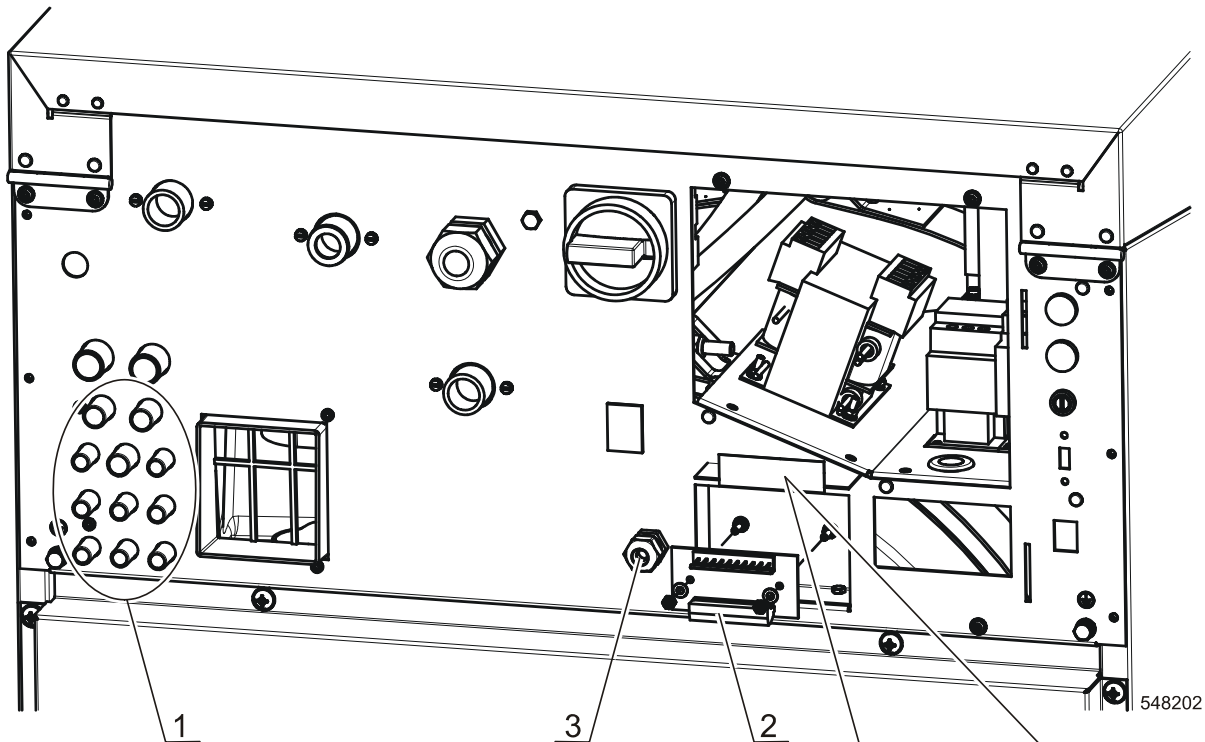

Fig. 17
- Vaskemaskinen er udstyret for tilslutning af den ydre dosering af flydende vaskemiddel. På bagpanelen er plastik slangetilslutning, fig. 17, pos.1 for tilslutning af slanger for flydende vaskemiddel. Ifølge antallet af anvendte pumper for flydende vaskemiddel udbor huller (maks. 8), Ø 8 mm / 0,315" i tilslutningsdelen for hver pumpe. Vi anbefaler at bruge først venstre hullerne for pumpetilslutning og pumpernes gennemløb skal være 60-100 l/time. På tilslutningsdelen er der også 3 tilslutningsrør med indre Ø 12 mm / 1/2". Disse tilslutningsrør anvendes UDELUKKENDE for tilførsel af fortyndet flydende vaskemiddel. Udbor dem til Ø 11.5 mm / 0.45". Standard er disse tilslutningsrør lukkede. Bør kun dem, der skal anvendes. Pas på, at de udborede dele er omhyggeligt fjernet, ellers kan slanger og huller tilstoppes.
- For elektrisk tilslutning af signaler for doseringsstyring er til rådighed på maskinens bagre del på klemmebrættet med LED signalisering for kobling af den tilhørende pumpe, se fig. 17, pos.2. Over for klemmebrættet findes typepladen for elektrisk tilslutning. Detaljeret forbindelse af signaler kan også findes på maskinens elektriske skema. Signaler for styring af doseringspumper 24V AC. Det maksimale strøm for pumpe styrekredse skal være begrænset til 10mA. Kablet for tilslutning af signaler af pumpe styring ledes gennem plastik kabelgennemgang pos.3. Efter tilslutning af ledere på tilhørende positioner af konektor "P" (skrueklemmer), sikr kablet ved at stramme gennemgangen mod rivning og luk kassen med låget. For detaljer om programmering af dosering af flydende vaskemiddel se Programmeringsmanual.